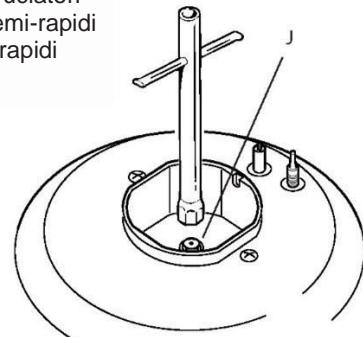

Fig. 2.2
- Mediante una chiave, sostituire gli iniettori dell'ugello "J" (fig. 2.2, 2.3) con modelli più idonei al tipo di gas che si intende utilizzare.